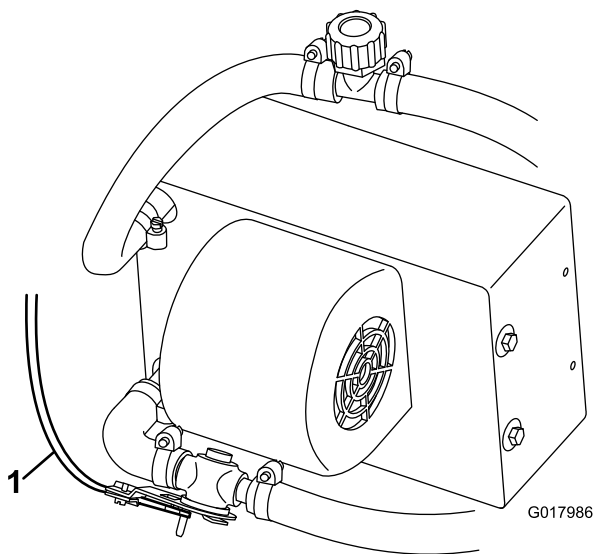

Bild 6
8. Verlegen Sie das Heizungssteuerkabel zum Heizungsventil und schließen Sie es an (Bild 6).